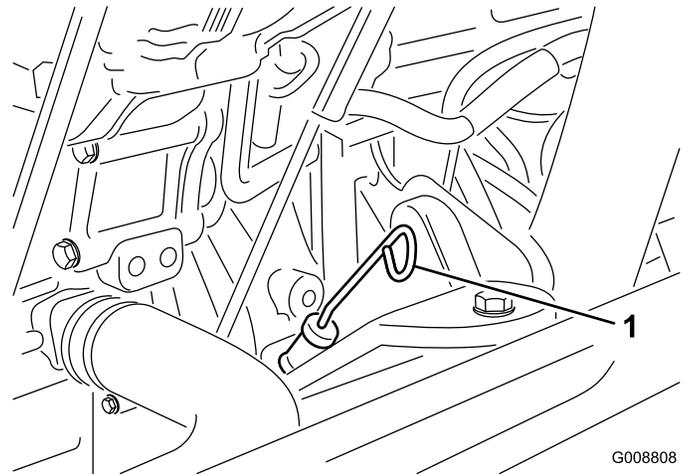

Bild 8
3. Entfernen Sie den Peilstab, wischen ihn ab und führen ihn wieder in das Rohr ein; ziehen Sie ihn dann wieder heraus. Der Ölstand sollte an der Voll-Marke sein (Bild 8).